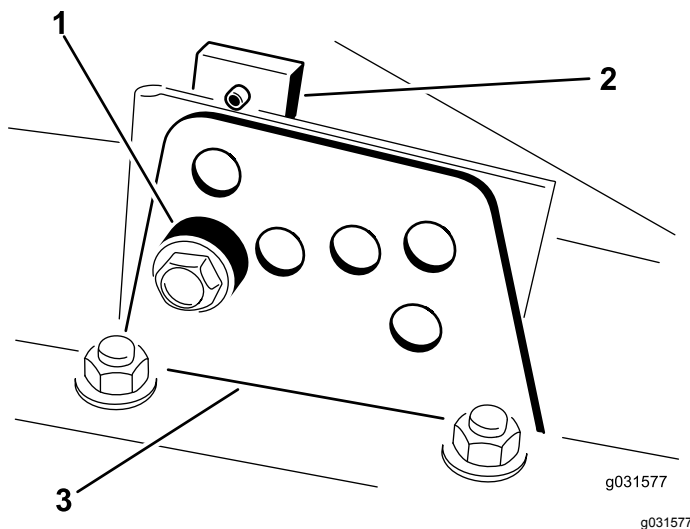

Figura 17
2. Desaperte o parafuso que prende o suporte da altura de corte à placa da altura de corte (frente e de cada lado), conforme se mostra na Figura 17.
4. Enquanto estiver suportar a câmara, retire o espaçador (Figura 17).